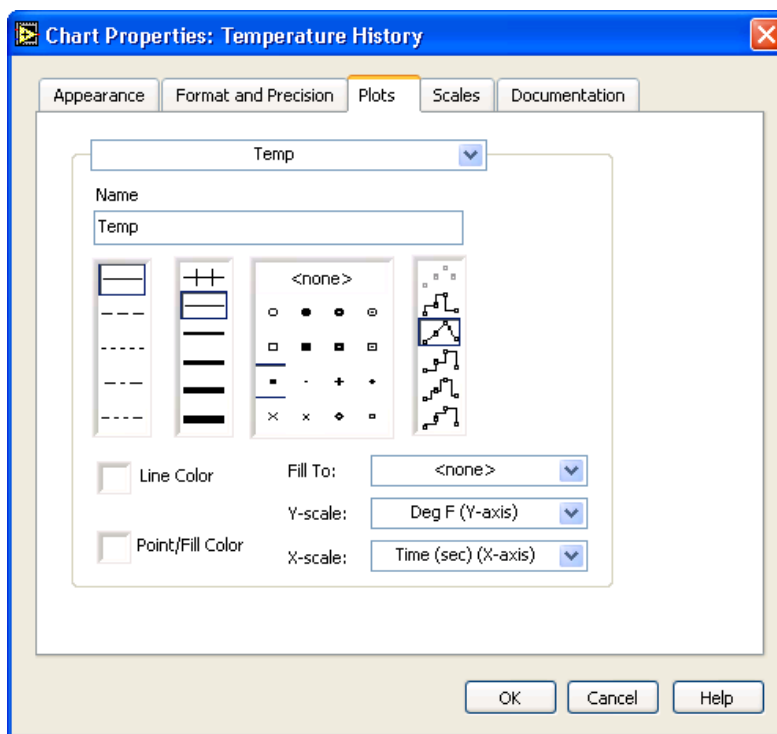

Figure 1.7
- c. Hacer clic sobre la pestaña **Plots** y seleccionar para el eje y las opciones de estilo que se muestran en la Figure 1.7.